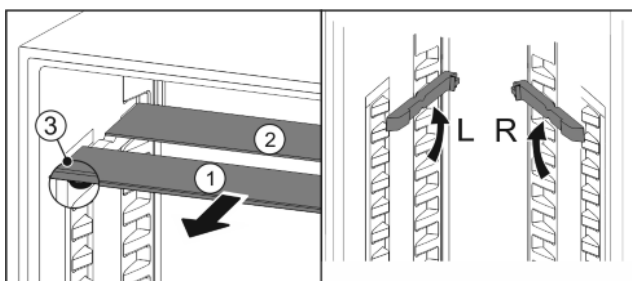

Fig. 20
- ▶ Skleněné desky jednotlivě vytáhněte dopředu Fig. 20 (1).
- ▷ Skleněná deska Fig. 20 (1) se zarážkami leží vpředu.
- ▷ Zarážky směřují dolů Fig. 20 (3).